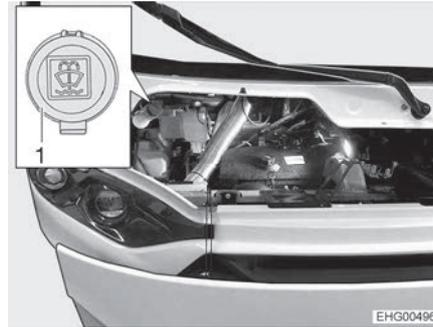

Fig. 11 Tubo de llenado (agua limpia-lavaparabrisas)
- Abrir la tapa (Fig. 11,1) en el tubo de llenado del depósito de agua para lavar.